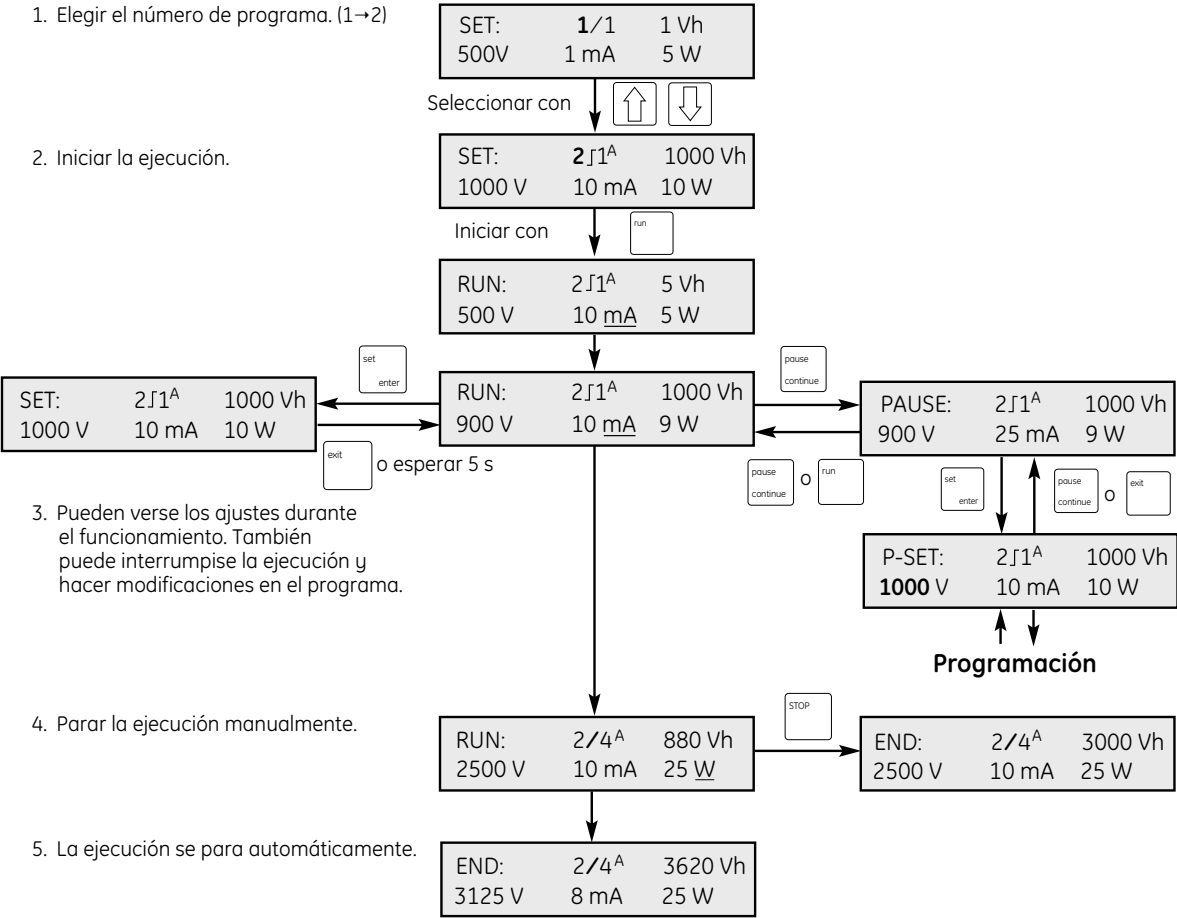

Fig 7. Ejecución, visualización y pausa de un programa.
3. Ejecución de un método. Ver la Fig 7.